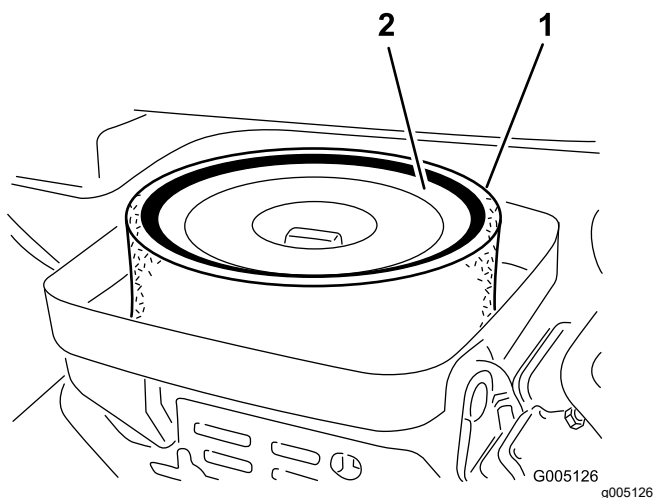

図 31
3. エレメントをエアクリーナに固定している蝶ナットを外す図 31。
4. スポンジ図 31を点検し、汚れていればペーパーエレメントから外す。以下の要領で丁寧に清掃してください